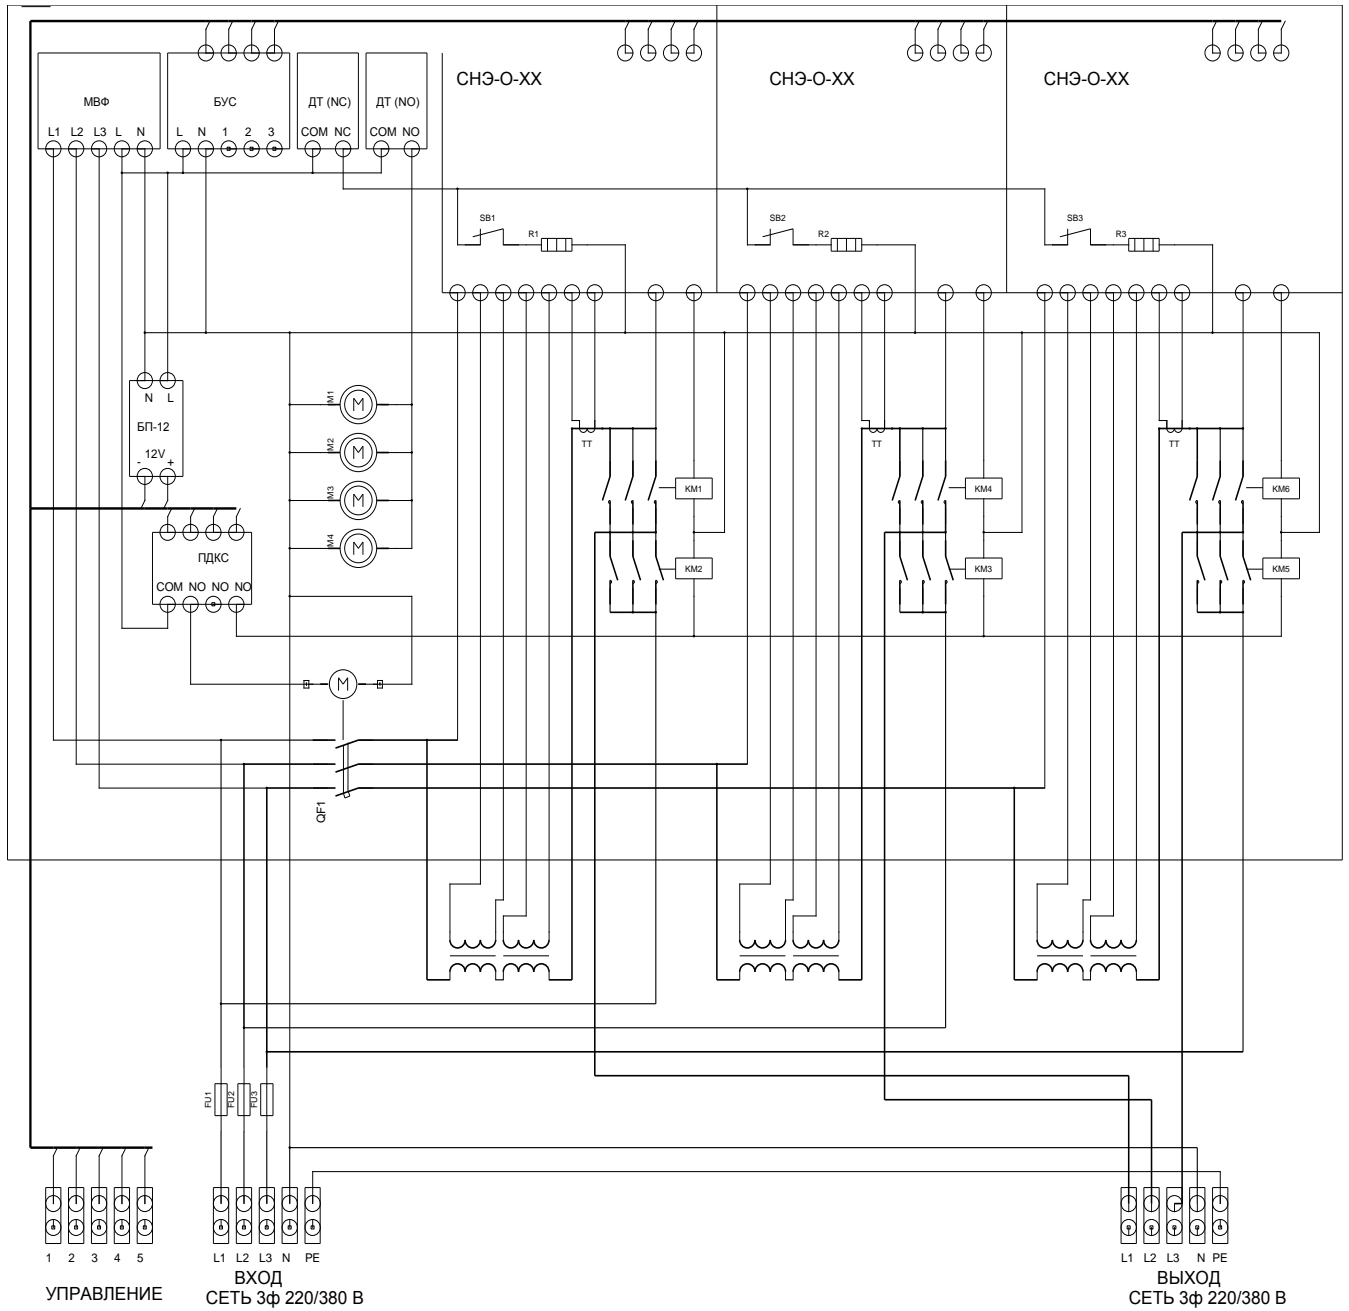

Рис.1 Схема электрическая принципиальная стабилизатора ШЭ-Т-30 ШСО.
2.2.4. Произвести подключение входных и выходных проводов по схеме (рис.1) и эскизу (рис.2) сечением, не менее указанного в таблице п/п1.2.18, согласно маркировке и указаниям в соответствующих паспортах.
Производить подключение трехфазного стабилизатора напряжения по схемам, не указанным в приложении (рис.1) или не согласованных с изготовителем.